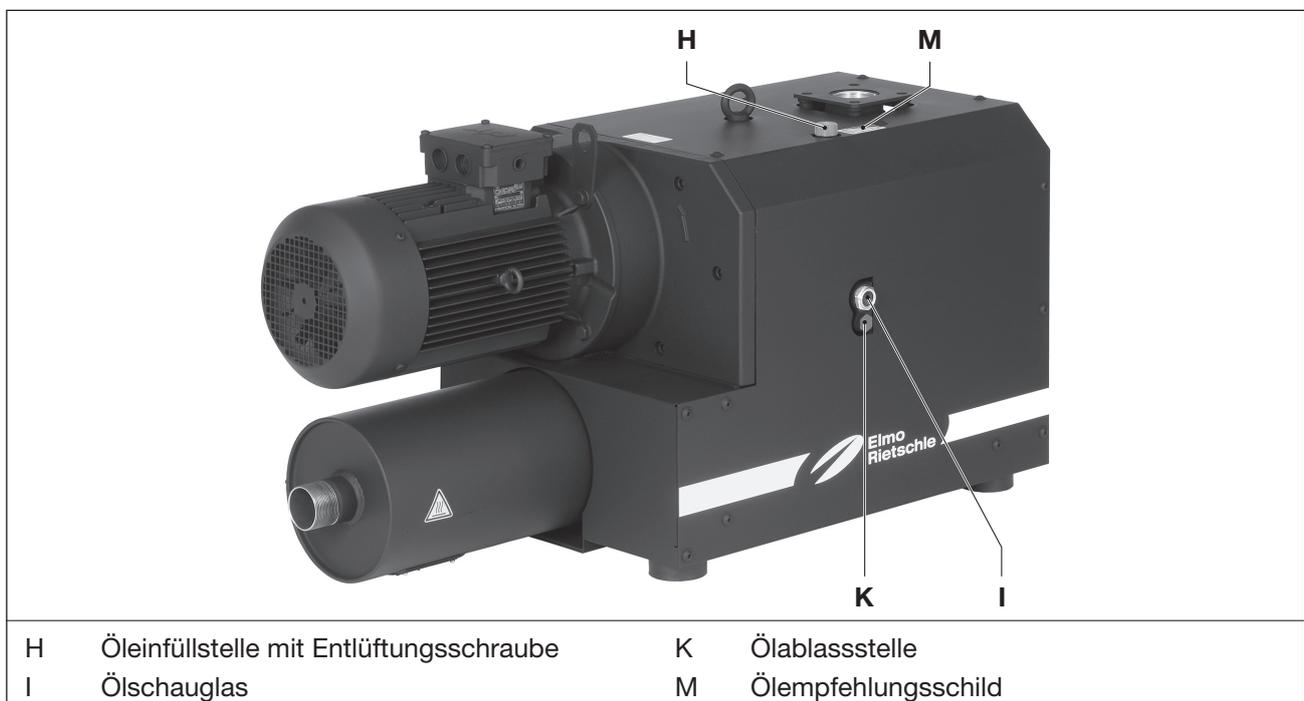

Abb. 5 Ölwechsel
- Ölstand am Schauglas (Abb. 5/I) monatlich kontrollieren.
- Verschluss der Öleinfüllstelle (Abb. 5/H) öffnen und Öl bis zur Oberkante des Schauglases (Abb. 5/I) auffüllen.
Als Betriebsmittel empfehlen wir die Verwendung der Elmo Rietschle Öle (siehe auch Ölempfehlungsschild (Abb. 5/M)):
- Schraube an der Öleinfüllstelle (Abb. 5/H) öffnen, Ölablassstelle (Abb. 5/K) öffnen und Altöl vollständig ablassen.
- Ölablassstelle (Abb. 5/K) verschließen und neues Öl an der Öleinfüllstelle (Abb. 5/H) einfüllen. Ölstand am Schauglas (Abb. 5/I) kontrollieren.
- Schraube an der Öleinfüllstelle (Abb. 5/H) schließen.